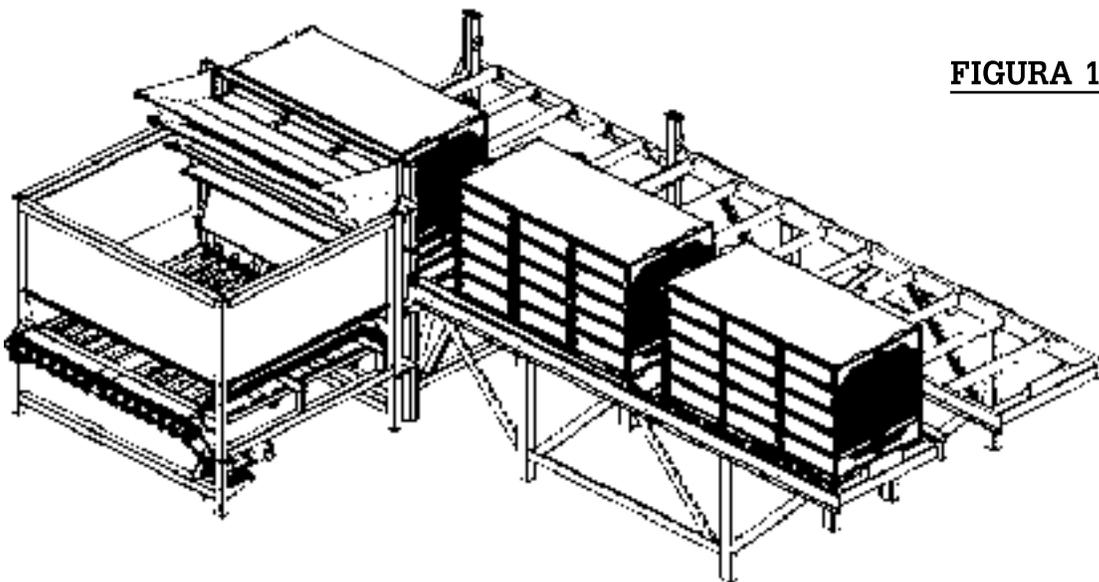

FIGURA 12
12. Espere unos 10 a 15 segundos y empuje la tercera palanca hidráulica (VOLTEO DEL DESCARGADOR) y manténgala hasta que los cilindros de la cuna estén totalmente retraídos. Los cilindros están completamente retraídos cuando la cuna deja de inclinarse hacia abajo. Entonces suelte la palanca (Ver la figura 12).